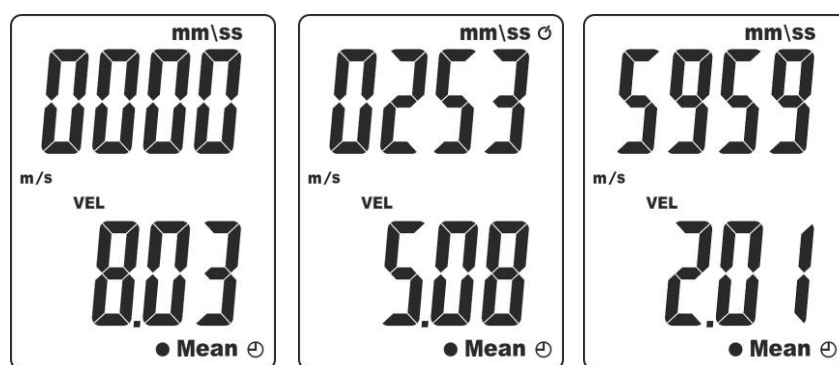

Fig. 9: Valore medio della velocità calcolato nel tempo
5. Premere a lungo (>2s) il tasto **MEAN**. I simboli "Mean" e "☺" e la velocità dell'aria in tempo reale sono mostrati rispettivamente nella parte bassa del display e sul display secondario mentre i simboli "0000" e "mm/ss" (Timer espresso in minuti/secondi) sono mostrati nel display principale (vedere Fig. 9 – parte sinistra)
6. Premere il tasto **ENT** per attivare il tempo di misura (campo: **1s ÷ 59min, 59sec**) indicato sul display principale mentre la velocità dell'aria è sempre in esecuzione (vedere Fig. 9 – parte centrale riferita ad un tempo di misura di 2min e 53s)
8. Premere il tasto **MEAN** per terminare la misura. I simboli "Mean" e "☺" lampeggiano a display e la media aritmetica calcolata nel tempo di misura sui valori salvati con intervallo di campionamento fisso di 1s è mostrato sul display secondario (vedere Fig. 9 – parte centrale)
9. Per tempo di misura superiore a **20 minuti** (vedere Fig. 9 – parte destra) è necessario disabilitare l'autospegnimento dello strumento (vedere § 4.4)